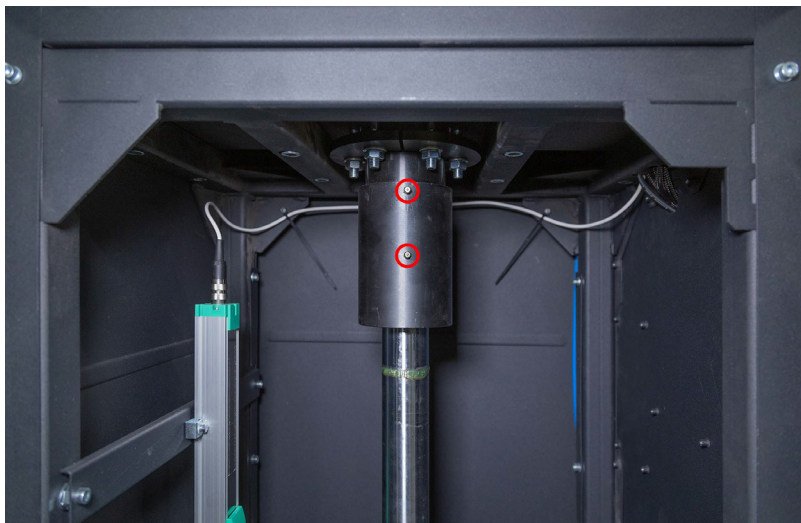

Рисунок 33. Расположение пресс-маслёнок на направляющей штока
3. Очистите окружающую поверхность пресс-маслёнок (рис. 33) от пыли и грязи.